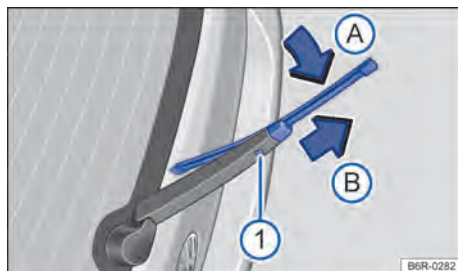

Fig. 195 Substituir a palheta do limpador do vidro traseiro.
- Manter o botão de destravamento → Fig. 195 ① pressionado .
- Incliná-la a palheta do limpador do vidro no sentido do braço do limpador do vidro → Fig. 195 (seta A) e ao mesmo tempo retirar no sentido da seta B. Para isso, poderá ser necessário um esforço um pouco maior.
- Introduzir a nova palheta do limpador do vidro traseiro **de mesmo tamanho e versão** no braço do limpador do vidro traseiro no sentido contrário da seta → Fig. 195 B, até que ela se encaixe. Aqui a palheta deverá estar em posição dobrada → Fig. 195 (seta A).